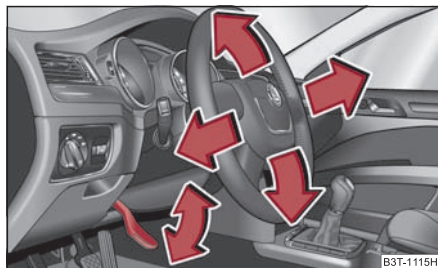

Fig. 132 Volante regulable:
- Gire la palanca situada bajo la columna de dirección ⇒ fig. 132 hacia abajo ⇒ ⚠.